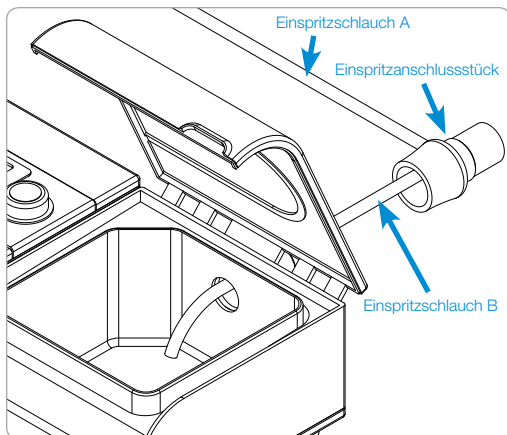

Figure 2. Anschluss des Einspritzanschlusstücks
1. Bringen Sie das Einspritzanschlusstück an den Anschluss Ihres Befeuchters an (dort, wo der Schlauch des PAP-Geräts angeschlossen war). Dadurch kann der Einspritzschlauchleitung in den Behälter eingeführt werden (Abbildung 2). Das Ende des Einspritzschlauchleitung ist über der Heizplatte anzubringen.